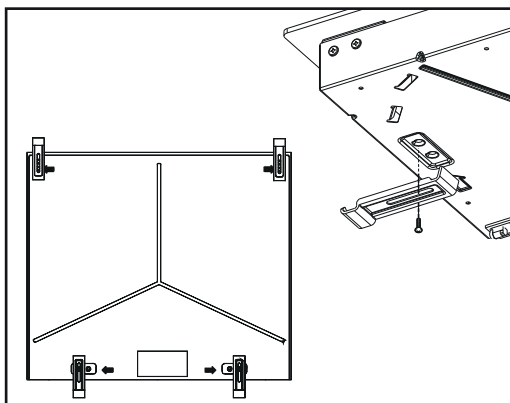

Abbildung 11
1. Setzen Sie das Kochfeld in die Arbeitsplattenaussparung ein. Die Größe der Aussparung entnehmen Sie bitte Abbildung 11. Details finden Sie unter Kochplatten-Kochfeld fixieren oder Glaskeramisches Kochfeld fixieren.
4. Setzen Sie den Ofen in die Einbauöffnung. Je nach Größe der Einbauöffnung kann das Gerät wie in Abbildung 11. Details finden Sie unter Ofen fixieren.